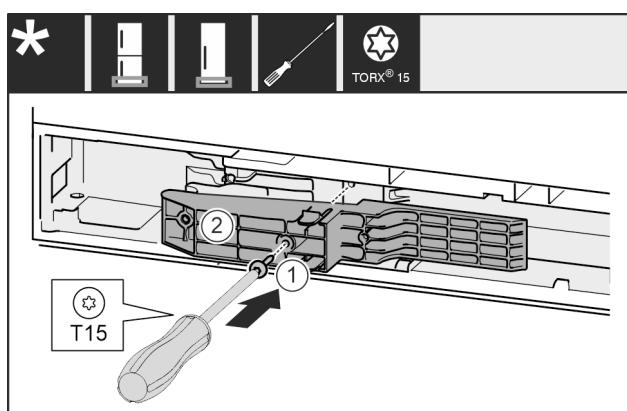

Fig. 48 *
- Adapterstück Fig. 48 (1) auf der Griffseite in die Aussparung einsetzen.*
- Schraube Fig. 48 (2) mit Schraubendreher festschrauben.*